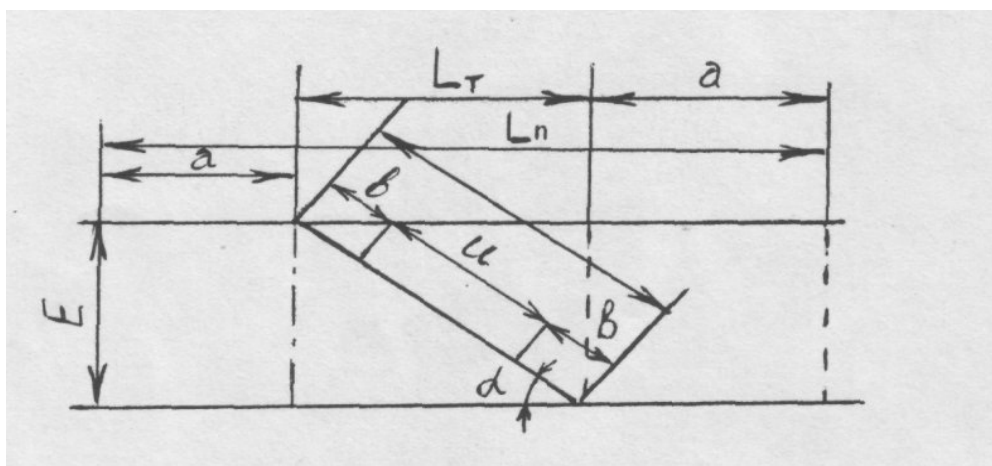

Рис.19.1
1. Нормальный съезд представляет собой соединение путей двумя стрелочными переводами одной марки и одного типа. Основные размеры стрелочного съезда приведены на рис. 19.1.